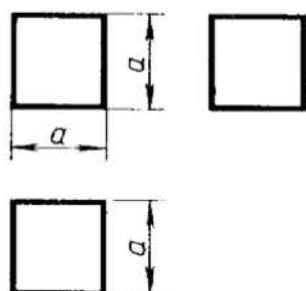

Рис. 8
- проецирование куба (рис. 8) в прямоугольной изометрии;